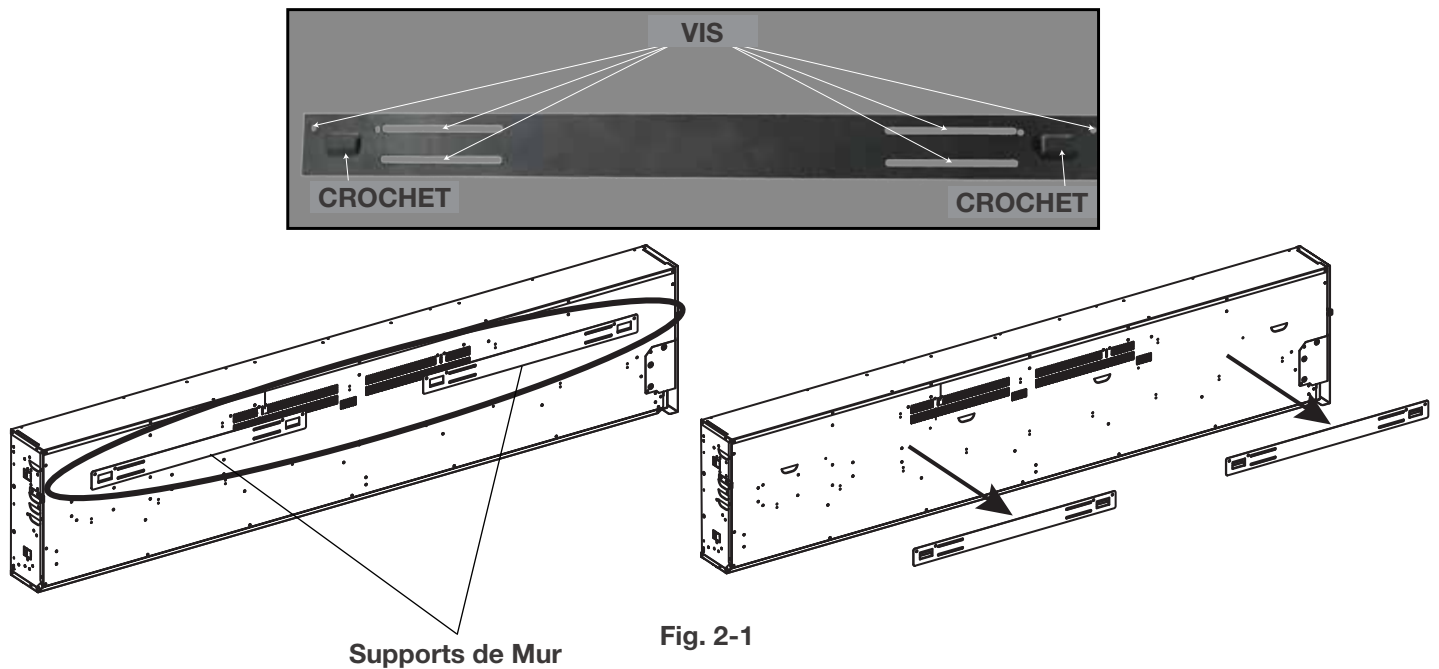

Fig. 2-1
3. Placez l'appareil face vers le bas sur une surface doux et non-abrasive. Retirez le support de l'arrière de l'appareil en retirant les vis (**Fig. 2-1**). Mettez de côté les vis.